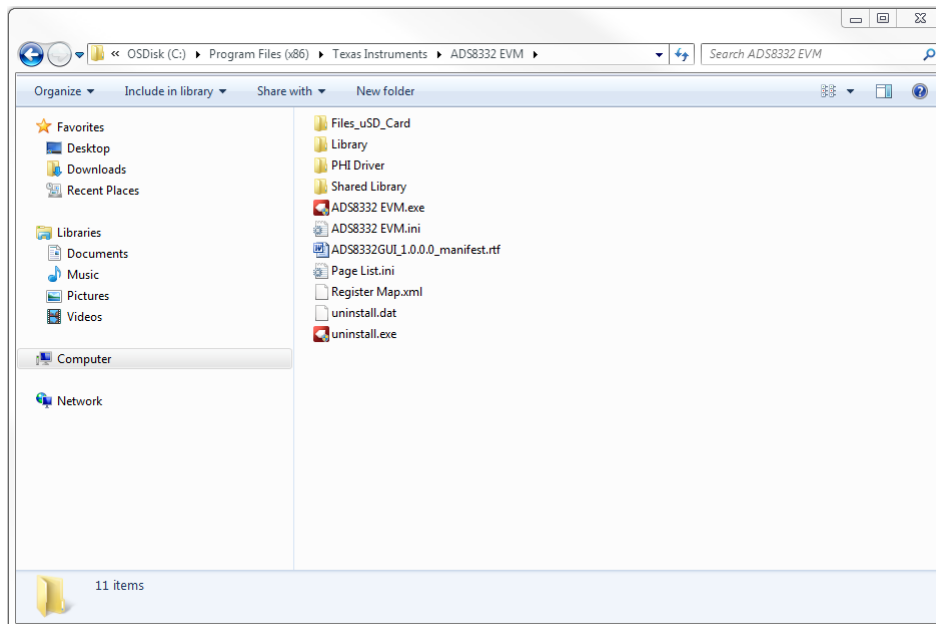

图 6-2. 启动 ADS8332EVMV2 GUI 软件
3. 双击 ADS8332 EVM.exe 文件以启动 EVM GUI，如图 6-2 所示。